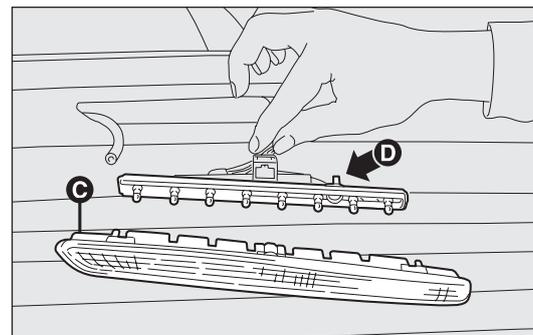

fig. 172
3^{ème} FEU DE STOP fig. 172
- appuyer sur les dispositifs de blocage et extraire le groupe transparent C-fig. 172 ;
- en exerçant une pression sur les ailettes D-fig. 172 extraire la douille ;